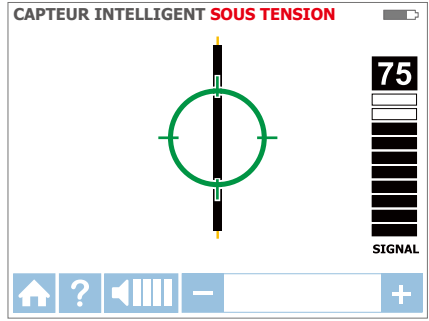

Figure 3.1f : Le récepteur a détecté le fil
5. Un symbole de cible verte indique que le récepteur est directement au-dessus du fil (Figure 3.1f). Si le récepteur ne détecte pas le fil, diminuez la sensibilité à l'aide de la touche « - » sur le clavier ou réglez le transmetteur pour qu'il transmette à un niveau FAIBLE pour un traçage de précision.